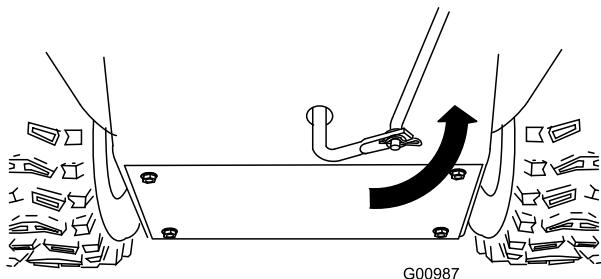

Figura 6
- Girate il braccio articolato inferiore completamente verso l'alto (senso antiorario) (Figura 6).